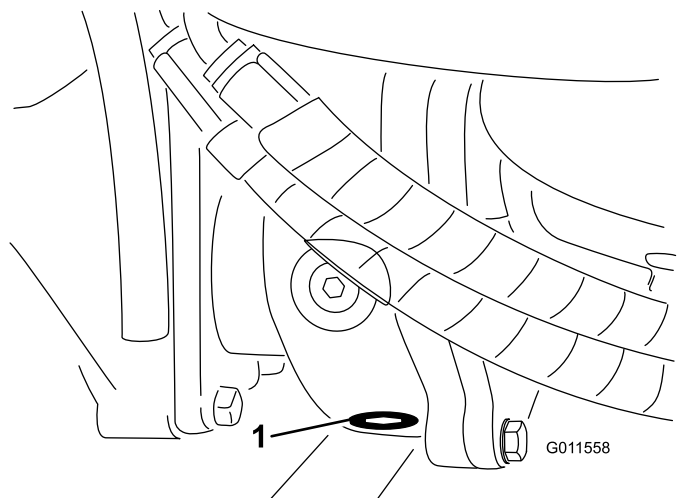

Figure 97
5. Nettoyez la surface autour du bouchon de vidange au fond du boîtier d'engrenages (Figure 97).